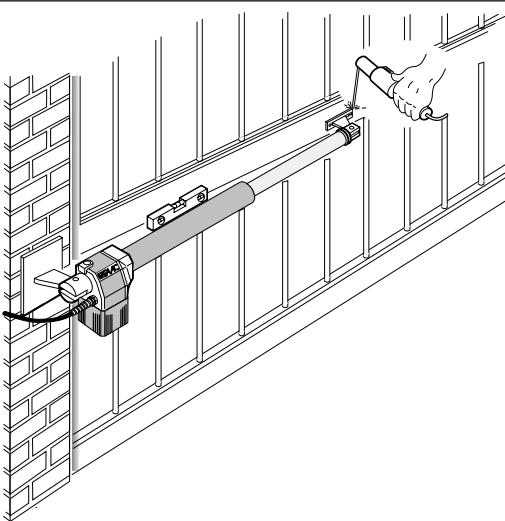

Fig. 7
- 8) Cierre la hoja de la cancela y, manteniendo el operador perfectamente horizontal, identifique en la hoja la posición del elemento de fijación anterior (fig. 7).